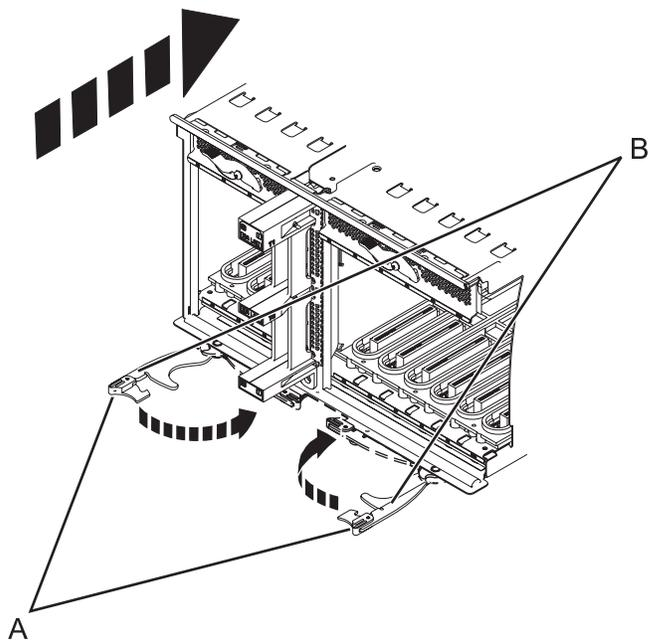

図 48. ラック・マウント型モデルへの I/O システム・ボードの取り付け
9. 図 48 に示すように、I/O システム・ボードをしっかりとサーバーに挿入します。
10. 図 48 に示すように、I/O システム・ボードをロック・タブ (A) で固定します。